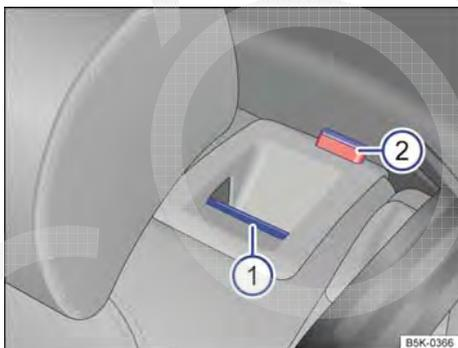

Fig. 80 No encosto do banco traseiro: botão de destravamento ①, marcação vermelha ②.
- Puxar o botão de destravamento → Fig. 80 ① para frente e, ao mesmo tempo, rebater o encosto do banco traseiro para frente.
- O encosto do banco traseiro estará destravado se uma marcação vermelha no botão ② estiver visível.
O encosto do banco traseiro estará destravado se uma marcação vermelha no botão → Fig. 80 ② estiver visível.